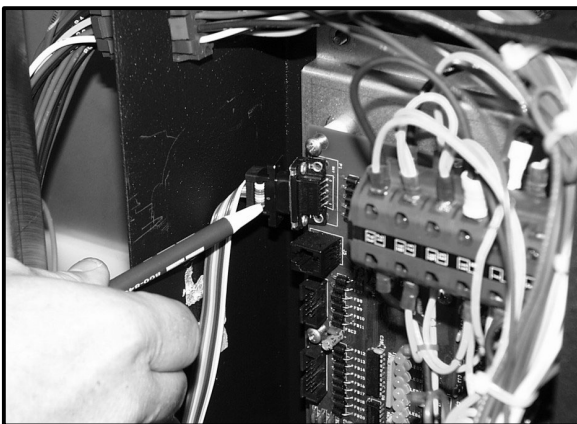

Figure 17
4. Raccordez un câble série standardisé au port série de l'ordinateur portable et au port série à 9 broches situé sur la carte à circuit imprimé dans la zone de commande. Voir la Figure 17.